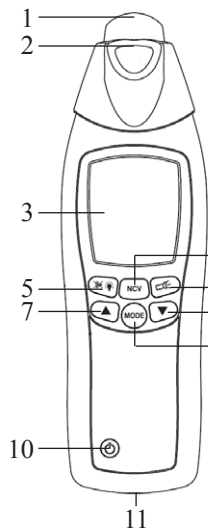
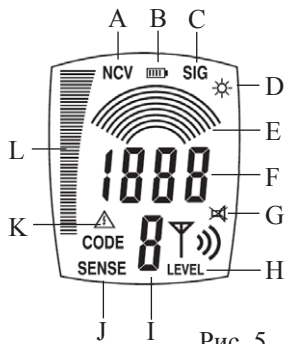

Рис. 4
Рис. 5
- Для большей точности обнаружения на приёмнике должна быть выбрана минимальная чувствительность: все дугообразные кривые на графической шкале E (рис. 5). Настройка чувствительности производится с помощью кнопок  и  (рис. 4).